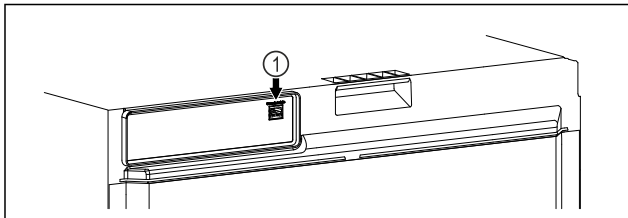

Fig. 114
- SmartModule Fig. 114 (1) je nasadený.